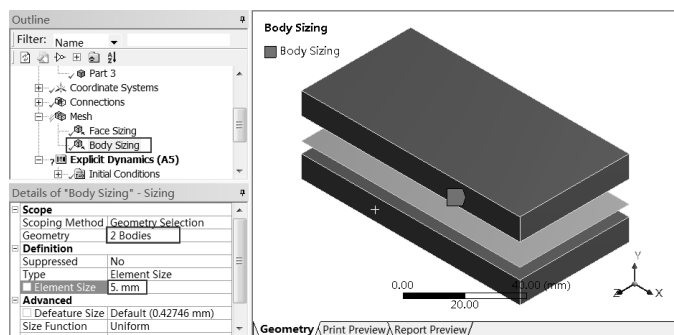

图 11-50 划分网格
Step5：同样添加 Sizing 命令，在如图 11-50 所示 Details of “Body Sizing” -Sizing 面板中做如下操作。